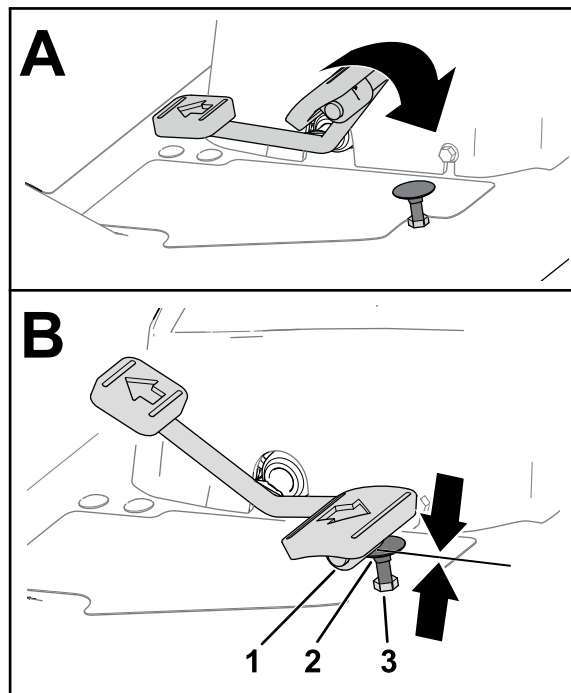
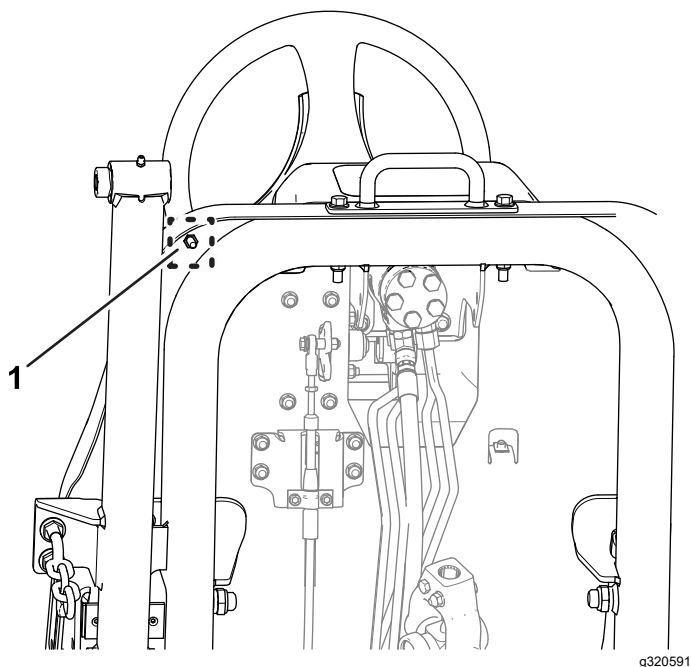

Bild 82
Bild 83
1. Drücken Sie das Fahrpedal ganz durch (Bild 82).
- A. Halten Sie den Fahrpedalanschlag (Bild 82) mit einem Schraubenschlüssel fest.
- B. Lösen Sie die Klemmmutter an der Unterseite der Fußplattform-Platte (Bild 83).
- C. Bewegen Sie das Fahrpedal in die Vollgas-Stellung (Bild 82).
- D. Den Fahrpedalanschlag festhalten, die Klemmmutter oberhalb der Fußplattform-Platte (Bild 82) einstellen, bis das Fahrpedal den Anschlag berührt.
- F. Halten Sie den Fahrpedalanschlag fest und ziehen Sie die Klemmmutter an der Unterseite der Fußplattform-Platte (Bild 82 und Bild 83) auf 37-45 N·m an.